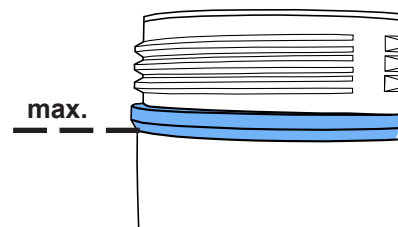

Fig. 7
- ⇒ Expulsar por completo el aire del depósito de chorreado presionando la válvula de aireación (5).
- ⇒ Desenroscar la tapa del depósito (4). (Si no es posible soltar la tapa del depósito, será que aún existe presión en el tanque de chorreado >>> ¡accionar nuevamente la válvula de aireación!)
- ⇒ Llene el depósito tan sólo hasta la máxima altura de relleno (Fig. 7) (abombamiento de la envoltura del depósito por debajo de la rosca) con material abrasivo.